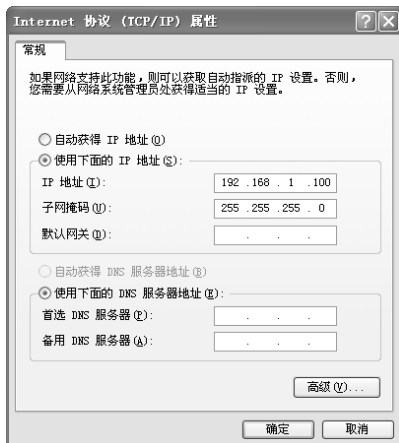

图4-1 本地连接
2. 设置PC本地连接IP地址为192.168.1.X, X为2~250中任意整数, 子网掩码为255.255.255.0, 如图4-1所示。